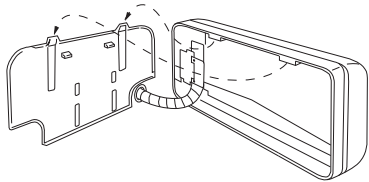

Abb. 3-48
- (2) Zum Befestigen der Inneneinheit an der Rückwand: Die Einheit an den zwei Schlitzen in die oberen Ansätze der Rückwand einhängen. (Abb. 3-48)